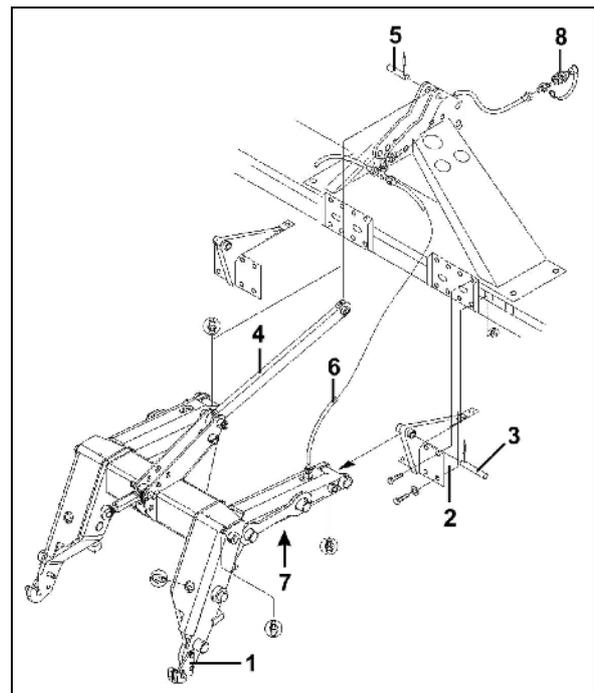

Fig. 65
2. Vissez les consoles (Fig. 65/2) sur l'outil de préparation du sol.
3. Accrochez le Portacourt 3 (Fig. 65/1) à un treuil ou à un palan.
4. Fixez le Portacourt 3 (Fig. 65/3) aux consoles (Fig. 65/2) et goupillez en sécurité.
5. Fixez le tirant supérieur (Fig. 65/4) sur le trois point supérieur de l'outil de préparation du sol en utilisant un axe (Fig. 65/5) et goupillez en sécurité.
6. Connectez le flexible hydraulique pré-assemblé (Fig. 65/6) aux deux vérins hydrauliques (Fig. 65/7) et attachez le à l'outil de préparation du sol à l'aide d'attaches câbles.
7. Branchez le raccord rapide du flexible (Fig. 65/8) à une prise simple effet du tracteur. Depuis la cabine du tracteur, actionnez le distributeur commandant le relevage du Portacourt pour le mettre en pression et contrôlez l'étanchéité du circuit hydraulique. Éliminez les fuites éventuelles.